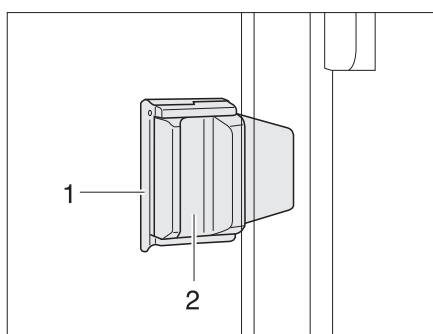

Fig. 64 Ventana corredera con con bloqueo corredizo
- Extraer el bloqueo (Fig. 64,1).
- Presionar el tirador (Fig. 64,2) y, al mismo tiempo, empujarlo hacia adelante o hacia atrás.
- Girar el botón de bloqueo (Fig. 64,1) en posición vertical.